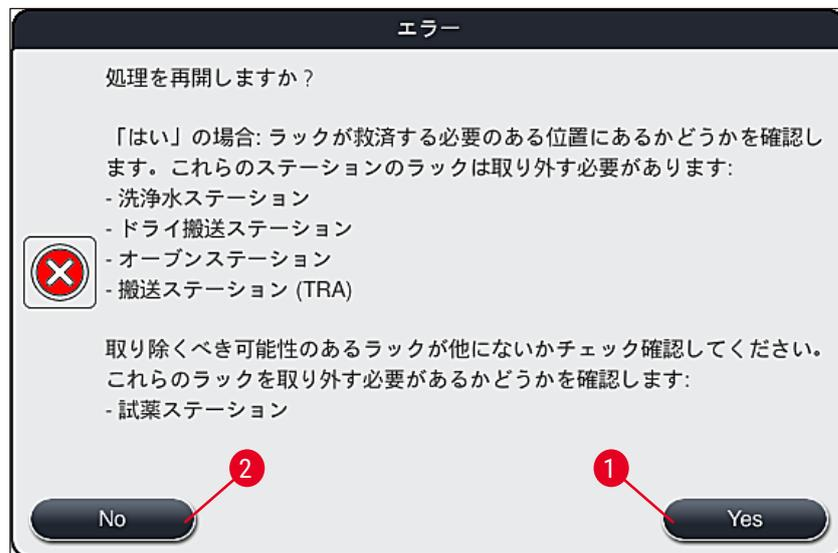

図 110
4. ここでオペレーターは、染色プロセスを再開するか (→ P. 131 – 8.2.2 電源障害後の染色処理の再開)、またはキャンセルするか (→ P. 133 – 8.2.3 電源障害後の全染色処理のキャンセル)(→ 「図 110」) を選択できます。
- 直前の情報メッセージ(→「図 110」)に従って救済を要するラックを装置から取り出し、画面上の対応するステーション(→「図 111-1」)を押して取り出したことを確認します。
染色処理をキャンセルし、前の選択メニュー (→「図 110」) に戻るには、「キャンセル」ボタン (→「図 112-2」) を押します。